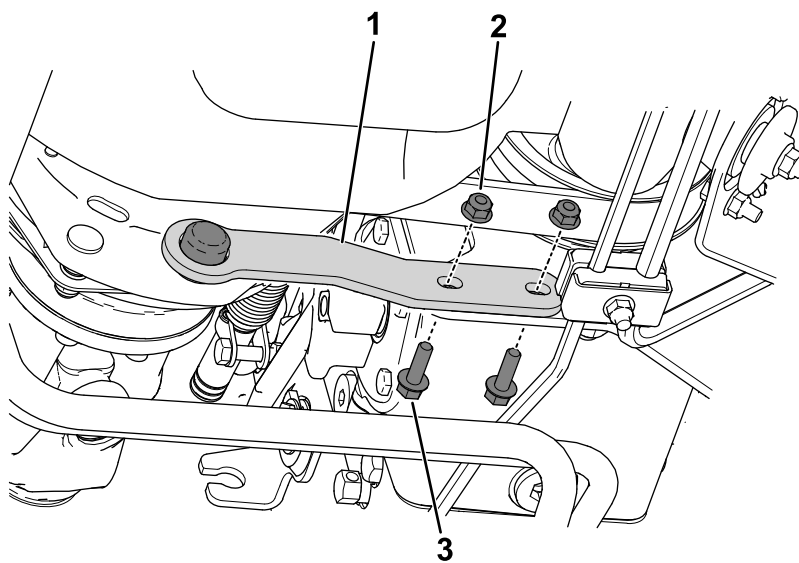

Figur 2
1. Brug en møtrik til at fastgøre støddæmperen til koblingen (Figur 2).